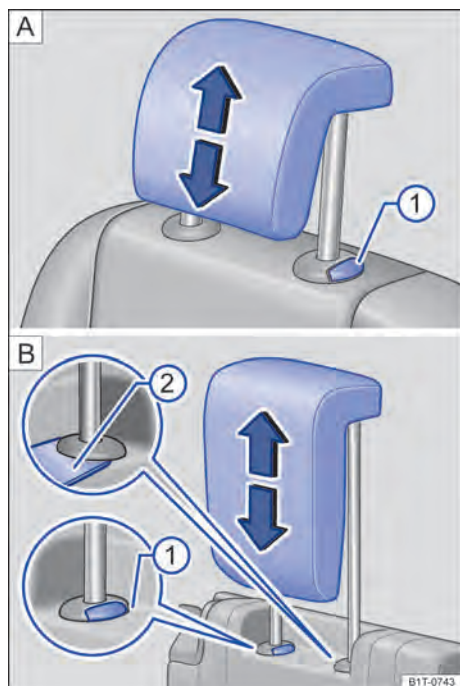

Fig. 91 Remover o apoio para cabeça atrás: [A] segunda fileira de assentos, [B] terceira fileira de assentos.
- Retirar o apoio para cabeça com o botão [A] → Fig. 91 ⓘ pressionado.